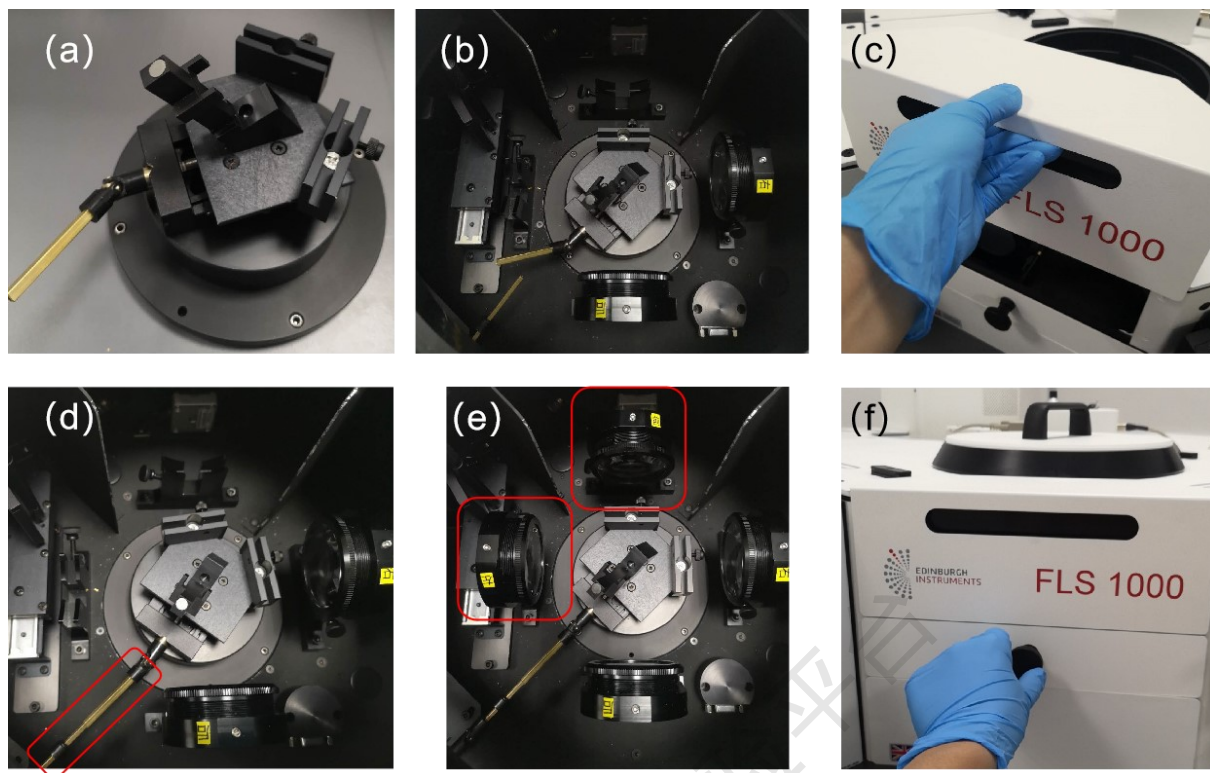

图 6-7 固体样品池支架的安装
(3) 固体样品支架的安装：如图 6-7 所示，按顺序安装固体样品支架。同液体池支架一样，先拆下“前”、“左”两面透镜，将固体样品支架如图 (b) 的方位安装固体支架，并旋转一下，保证支架卡入卡槽内。将 (c) 图的仪器侧面盖拆下，将样品位置调节杆与固体样品支架的金属杆按照图 (d) 的方式相连接。最后，将“前”、“左”两面透镜复位如图 (e)。图 (d) 的金属杆连接完成后，按照图 (f) 通过旋转侧面的旋钮可以调节固体样品支架在样品仓内移动，从而保证入射光斑完全打在样品之上。